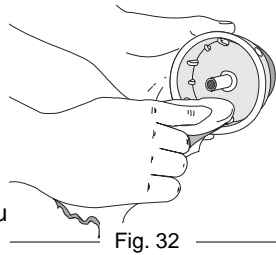

Fig. 32
- Nettoyez le moulinet interieur, le ressort, et l'arbre et la surface interne de la bobine exterieure a l'aide d'un tissu propre (Fig. 32).